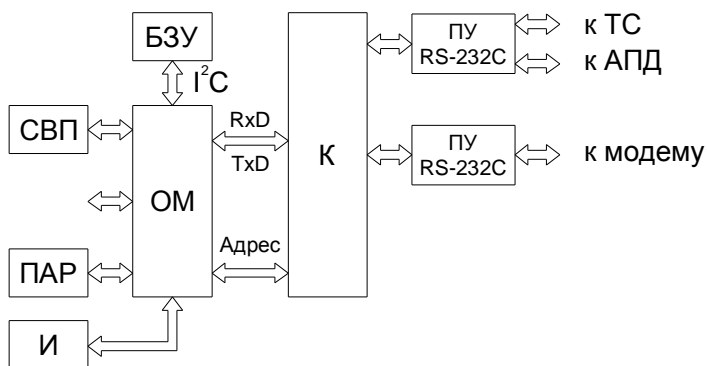

Рис.1
2.1 Структурная схема адаптера интерфейсного показана на рис.1.